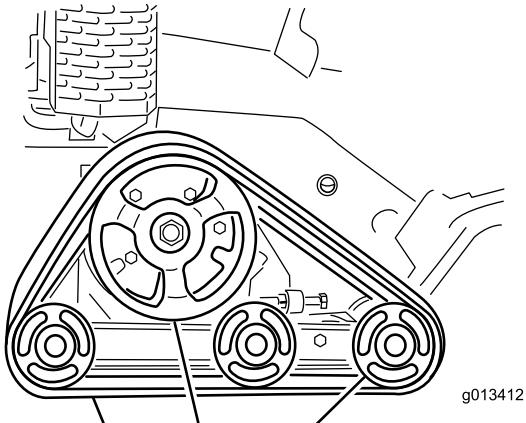

Figura 43
**Importante:** Asegúrese de limpiar completamente las ruedas de rodaje y la rueda motriz (Figura 43).